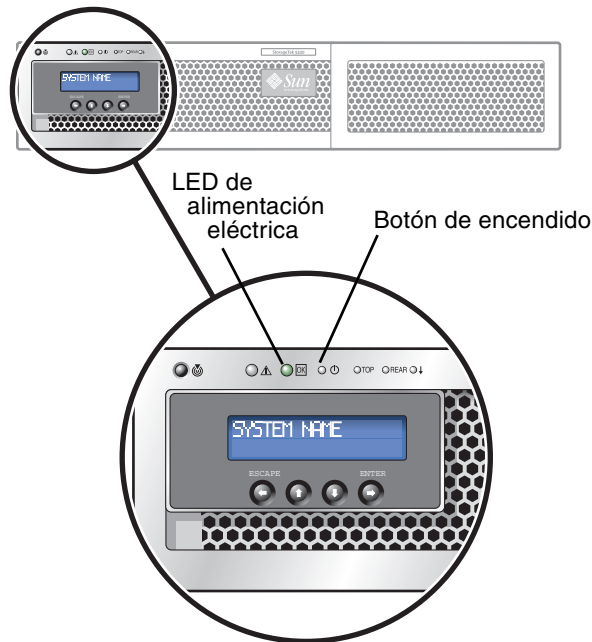

FIGURA 4-10 Detalles del botón de encendido y el panel delantero
6. Encienda el servidor H1 (número de serie del software que termina en “-H1”) usando un lápiz u otro objeto parecido para presionar el botón de encendido que está rebajado (FIGURA 4-10).
10. Encienda el servidor H1 (número de serie del software que termina en “-H1”) usando un lápiz u otro objeto parecido para presionar el botón de encendido que está rebajado. La FIGURA 4-10 muestra con detalle el panel delantero.
8. Encienda el servidor H1 (número de serie del software que termina en “-H1”) usando un lápiz u otro objeto parecido para presionar el botón de encendido que está rebajado. La FIGURA 4-10 muestra con detalle el panel delantero.